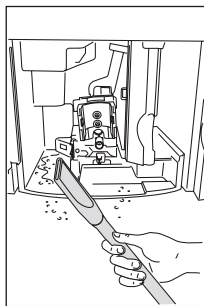

Fig. 38
- Aspirare i residui con un aspirapolvere (Fig. 38).